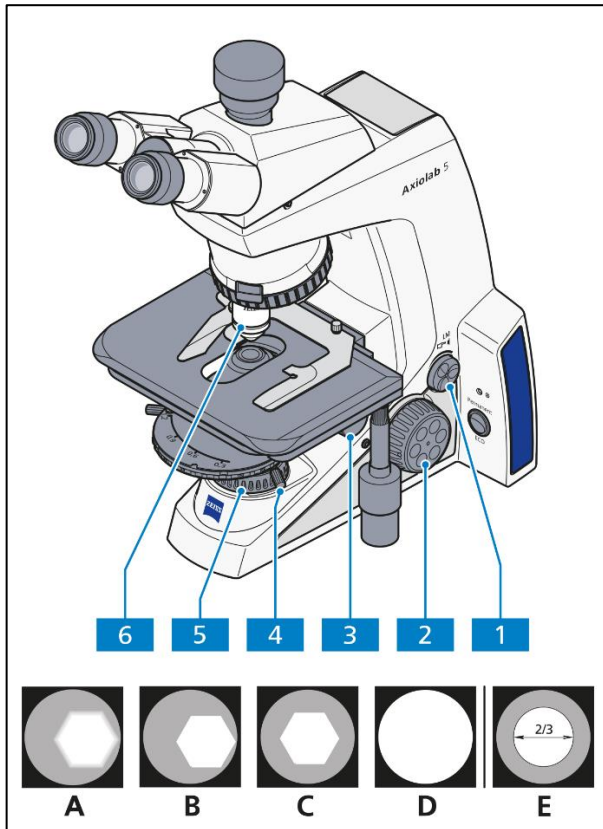

Abb. 4-3 Mikroskopeinstellungen im Durchlicht-Hellfeld
- Bildhelligkeit mit Regler für Lichtintensität/LM (Abb. 4-3/1) am Mikroskopstativ einstellen.
- Falls Kondensoren mit schwenkbarer Frontlinse eingesetzt werden, diese bei Objektiven  $\geq 10x$  in den Strahlengang einschwenken und Kondensor mit Rändelknopf für Höhenverstellung (Abb. 4-3/3 bzw. Abb. 4-4/2) bis an den oberen Anschlag stellen. Der Anschlag muss so eingestellt sein, dass das Präparat nicht durch den Kondensor ausgehoben wird (Einstellen des Kondensorschlages, siehe Abschnitt 4.2.1 (4)).
- Objektiv 10x am Objektivrevolver (Abb. 4-3/6) einschwenken und mit Fokussiertrieb (Abb. 4-3/2) fokussieren.
- Leuchtfeldblende (Abb. 4-3/5) so weit schließen, dass sie im Sehfeld (auch unscharf) sichtbar wird (Abb. 4-3/A).
- Kondensor mit Kondensortrieb für Höhenverstellung absenken, bis der Leuchtfeldblendenrand hinreichend scharf erscheint (Abb. 4-3/B).
- Leuchtfeldblendenbild mit beiden Zentrierschrauben (Abb. 4-3/4) am Kondensorträger zentrieren (Abb. 4-3/C) und anschließend die Leuchtfeldblende so weit öffnen, dass der Blendenrand gerade aus dem Sehfeld verschwindet (Abb. 4-3/D).
- Zur Aperturblendeneinstellung (Kontrast) ein Okular aus dem Tubusstutzen herausnehmen und mit bloßem Auge in den Stutzen hineinschauen. Aperturblende mit dem Stellhebel (Abb. 4-4/4) auf ca.  $\frac{2}{3}$  -  $\frac{4}{5}$  des Durchmessers der Objektivaustrittspupillen einstellen (Abb. 4-3/E). Diese Aperturblendeneinstellung bietet in den meisten Anwendungsfällen den besten Kontrast bei fast voller Auflösung und damit für das menschliche Auge den günstigsten Kompromiss.